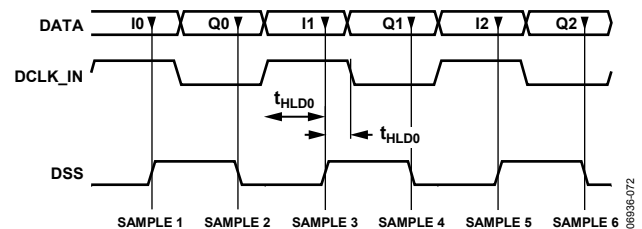

図 57. パラレル・インターフェースのタイミング図
SMP での遅延量 (つまり DATA 信号を基準とする DSS の位置決め) の決定手順を説明する前に、デジタル・データ・ポートの簡略ブロック図を示します。図 57 に示すように、DATA 信号は DSS の立上がりおよび立下がりエッジでサンプリングされます。次に、データのデマルチプレクシングとタイミング補正が行われた後に各 DAC に送られます。
2. SMP と SET を 0 に設定した状態にして、SEEK ビットがトグルするまで HLD 値をインクリメントし、そのときの HLD 値を記録します。この手順によって、図 57 に示すホールド時間を測定できます。
3. SMP と HLD を 0 に設定した状態にして、SEEK ビットがトグルするまで SET 値をインクリメントし、そのときの SET 値を記録します。この手順によって、図 57 に示すセットアップ時間を測定できます。